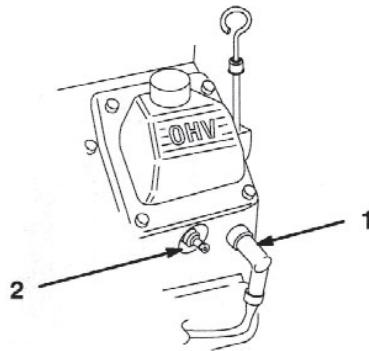

図 48
2. 点火コードを外す（図48）。プラグを取り外した時に燃焼室内に異物が落ちないように、プラグの周囲をきれいに清掃する。
3. 点火コードを取り付ける（図48）。